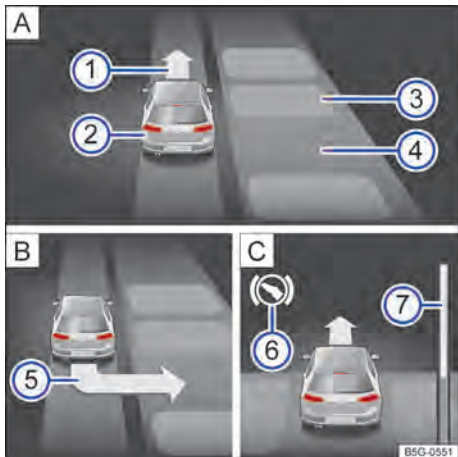

Fig. 115 En el display del instrumento combinado: estacionar lado a lado. [A] Buscar una plaza de estacionamiento. [B] Posición para estacionar. [C] Maniobrar.
- Estacionar cuando aparezca en la pantalla del instrumento combinado la indicación de estacionamiento → fig. 115 ⓘ → pág. 156.
- Frenar cuando suene una alarma acústica que indica el cambio de dirección, se enciende la flecha → fig. 115 ① [A], se enciende el símbolo blanco [S] o se muestra un mensaje.
Leyenda de la → fig. 115 (modo de estacionamiento de lado a lado con marcha atrás):